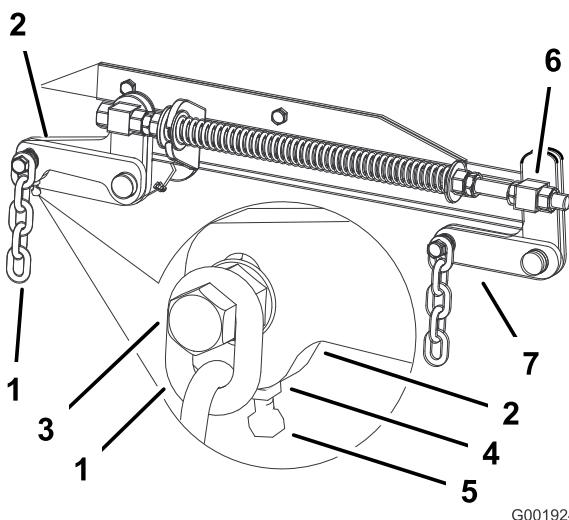

Figura 56
- Si las medidas realizadas en las posiciones **B** o **C** no son correctas, afloje el perno que fija la cadena trasera al brazo de soporte trasero (Figura 56).
- Afloje la contratuerca situada debajo del brazo de soporte trasero y ajuste el perno de ajuste hasta obtener una medida de 79 a 82 mm (Figura 56).
7. Afloje las contratuerzas de pivote delantero, en la parte delantera de los pivotes derecho e izquierdo, aproximadamente 13 mm (1/2 pulg.) (Figura 56).
8. Ajuste las tuercas de elevación en el lado izquierdo y derecho de la máquina hasta obtener una distancia de 6 a 10 mm (1/4 a 3/8 pulg.) menos en la parte delantera en **A** que en la parte trasera, en **B** (Figura 56).